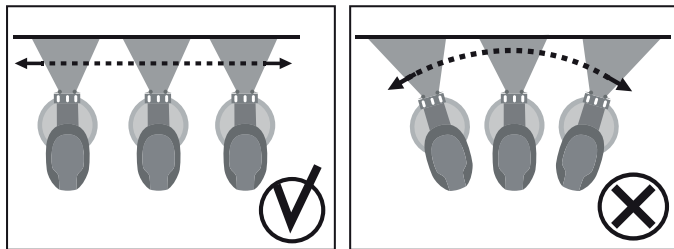

Рис. 4
1. Установите изделие на расстоянии 25-30 см от окрашиваемой поверхности. Включите изделие нажав курок выключателя (2).
**Примечание!** Регулировка расхода материала зависит от степени нажатия на выключатель (2). Максимальный расход определяется регулятором (1). Начните равномерно вести изделие вдоль окрашиваемой поверхности, держа распылитель строго перпендикулярно ей. (Рис. 4).